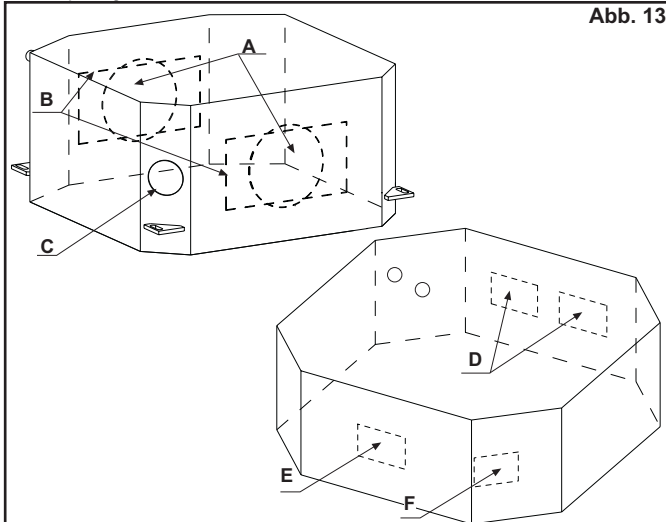

Abb. 13
- 2) Bei Installation mit Ventilen sind die zum angrenzenden Raum gehenden Luftöffnungen "D" (Abb. 13) unbrauchbar.